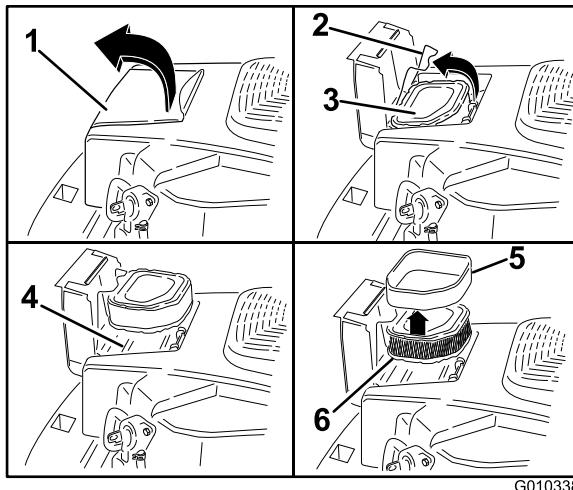

Figure 34
1. Ouvrez le couvercle du filtre à air situé sur le carter de ventilateur pour accéder à l'élément du filtre à air (Figure 34).
2. Ouvrez le verrou et retirez l'élément du filtre à air (Figure 34).